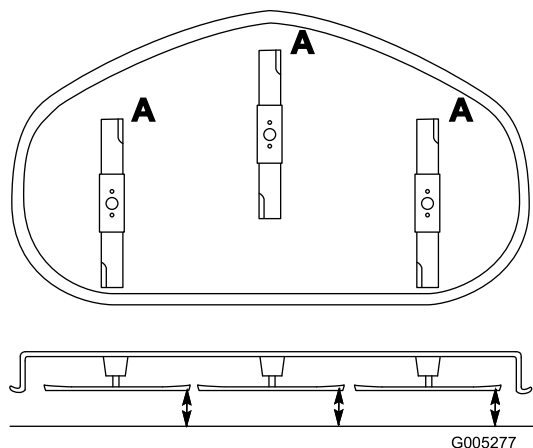

Figura 37
1. Girate le lame fino a disporle in parallelo con la lunghezza della macchina (Figura 37). Misurate da un piano orizzontale fino al tagliente delle lame, posizione **A**, (Figura 37). Prendete nota di questa misura.